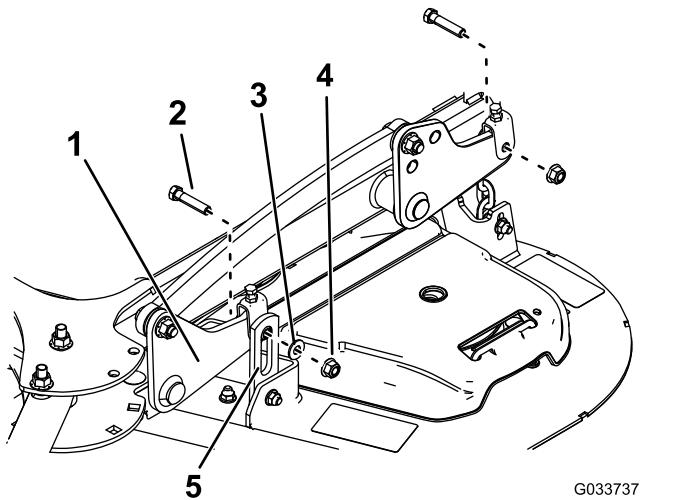
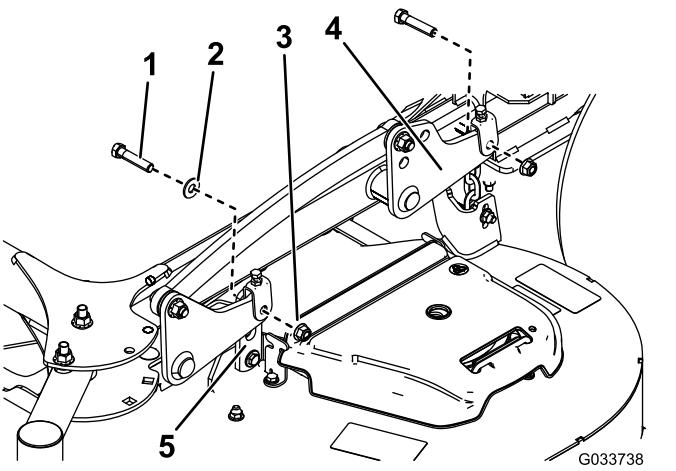

Figura 75
Figura 76
5. Retire los 2 pernos, las 2 tuercas y la arandela que conectan los ganchos de la carcasa de corte con las placas de elevación para ambos lados de la carcasa de corte (Figura 75 y Figura 76).
Nota: Coloque los soportes de ganchos delanteros del exterior de los brazos de elevación delanteros para carcasa de 132 cm (52") (Figura 75). Coloque los soportes de ganchos delanteros del interior de los brazos de elevación delanteros para carcasa de 152 cm (60") (Figura 76).